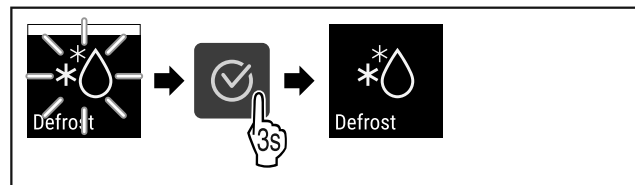

Fig. 87
- ▶ Genomför handlingsstegen (se Fig. 87).